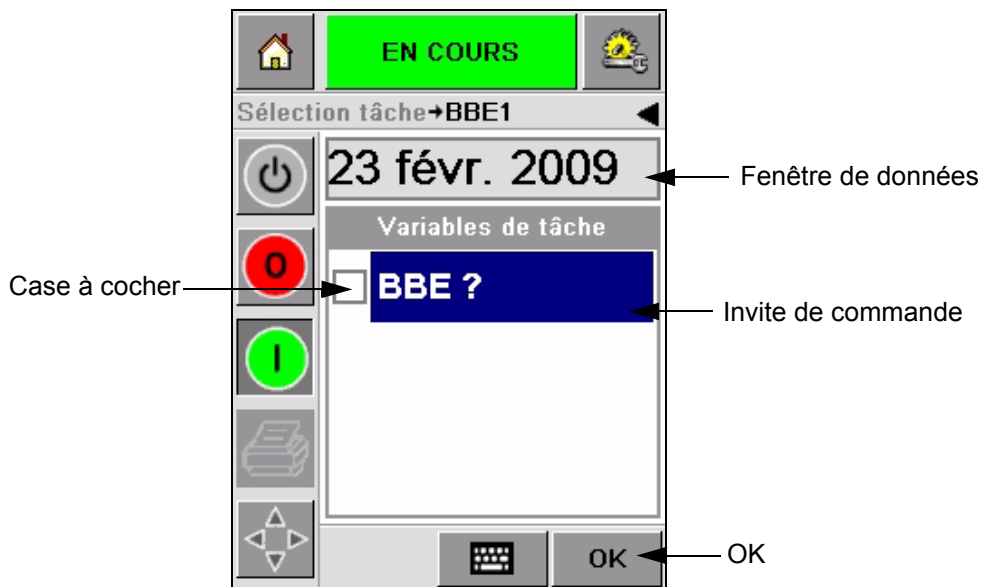

Figure 5-7 : Variables de travail
La case à cocher sur le côté des champs de variables indique quels champs ont et n'ont pas été saisis (Figure 5-7 à la page 5-6).
Pour sélectionner les variables du message à changer, vous devez toucher l'invite de commande s'y rapportant. Cette variable se met ensuite en surbrillance et affiche les données par défaut dans la fenêtre données (Figure 5-7).
La Figure 5-7 montre les variables de travail pour le travail **BBE1** et il y a uniquement la variable de champ DATE (à utiliser comme la date à consommer de préférence avant fin).
- 1 Si la date par défaut affichée dans la fenêtre Données (11 mars 2004) est correcte, touchez l'icône **OK** et cette date s'imprimera (Figure 5-7).